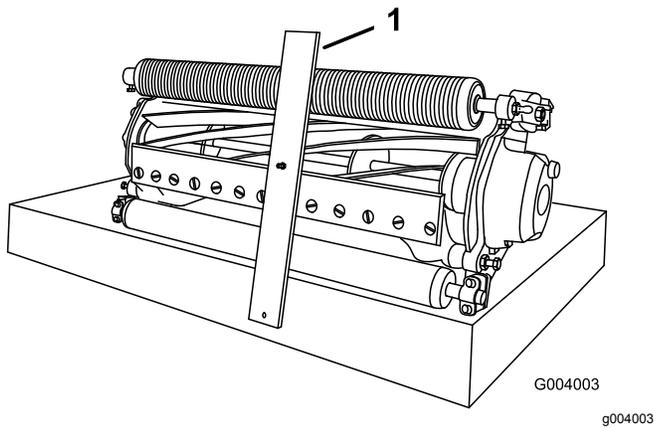

Bild 16
2. Haken Sie den Schraubenkopf der Schnitthöhenlehre an der rechten Seite der Schnittkante des Untermessers ein und legen Sie das hintere Ende der Lehre auf die Rückseite der Rolle (Bild 16).